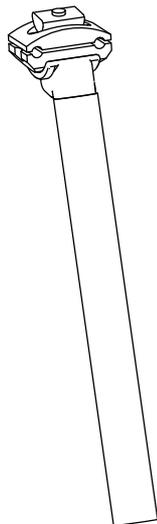

Abb. 25
- Einstellbare Stütze Abb. 25.